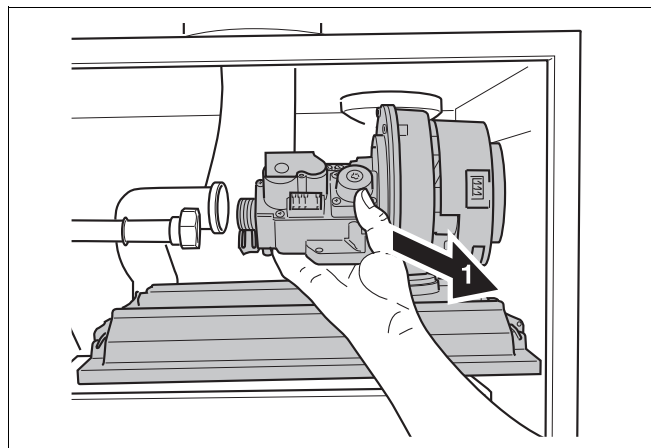

Fig. 87 Rimuovere il coperchio del bruciatore con l'unità aria/gas
- Rimuovere il coperchio del bruciatore con l'unità aria/gas (fig. 87).